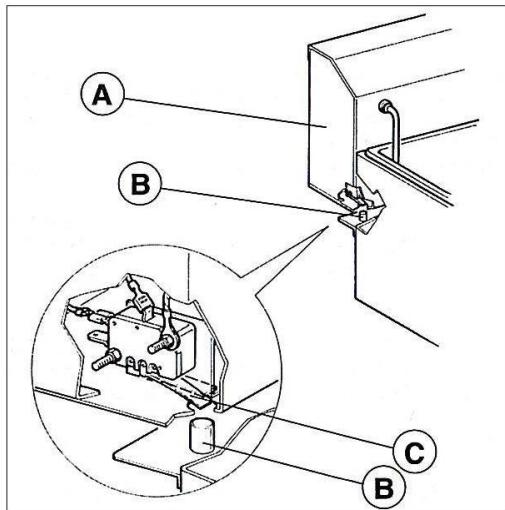

Fig.2 – Abb.2
3. Placer dans la bonne position la tête amovible (A fig.2) de l'appareil. Le pin (B fig.2) doit être bien rentré dans la tête afin d'appuyer sur le micro-interrupteur de fonctionnement placé à l'intérieur (C fig.2).
1. Placer le thermostat (A fig.2) en position “0”.
- que le pin (B fig.2) soit bien rentré dans la tête comme expliqué au point MODE D'EMPLOI;
3. Den herausziehbaren Kopf (A Abb. 2) der Maschine korrekt positionieren. Der Sift (B Abb. 2) muss derart in den Kopf eingesetzt sein, dass er auf den innen angebrachten Betriebsmikroschalter drückt (C Abb. 2).
- der Stift (B Abb.2) wie unter Punkt GEBRAUCHSANWEISUNG Beschrieben korrekt in den Kopf eingesetzt wurde;